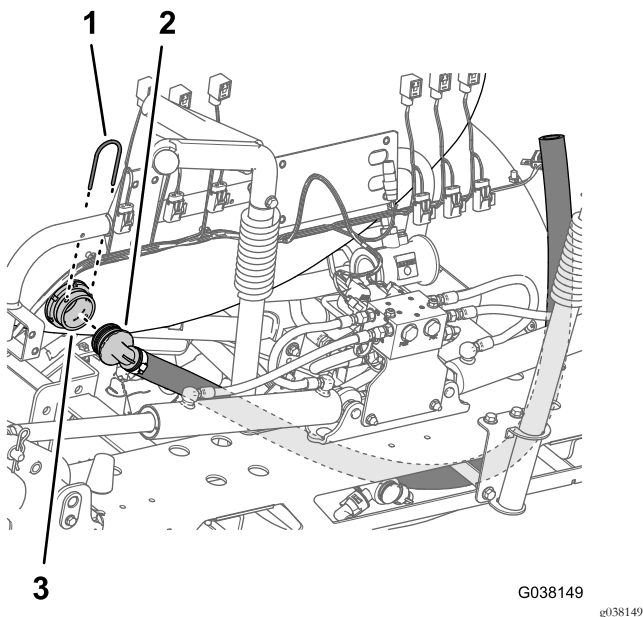

图28
- 卸下将喷洒臂段阀喷洒臂段旁通软管的 90° 宝塔接头固定至打药车药缸背部隔板接头的卡环图28。